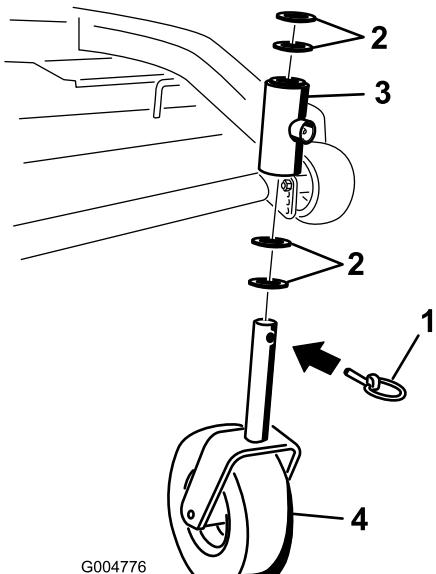

Figure 42
2. Enlevez la goupille de sécurité et la ou les entretoise(s) du haut de la chape de la roue pivotante (Figure 42).
6. Vérifiez l'usure de la chape de la roue pivotante et remplacez-la le cas échéant (Figure 42).
7. Insérez la chape dans les bagues à l'intérieur du tube de montage. Replacez la ou les entretoise(s) sur la chape et fixez-les avec la bague de retenue (Figure 42).